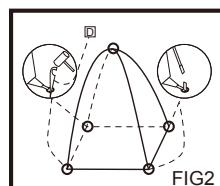

FIG2
3. Sollevare la tenda <A> e spingere le estremità delle aste nelle aste di ferro collocate agli angoli della tenda <A>. (FIG2)
4. Fissare il tetto della parte interna della tenda (E) sulla giunzione delle aste con le stringhe cucite. (FIG2)